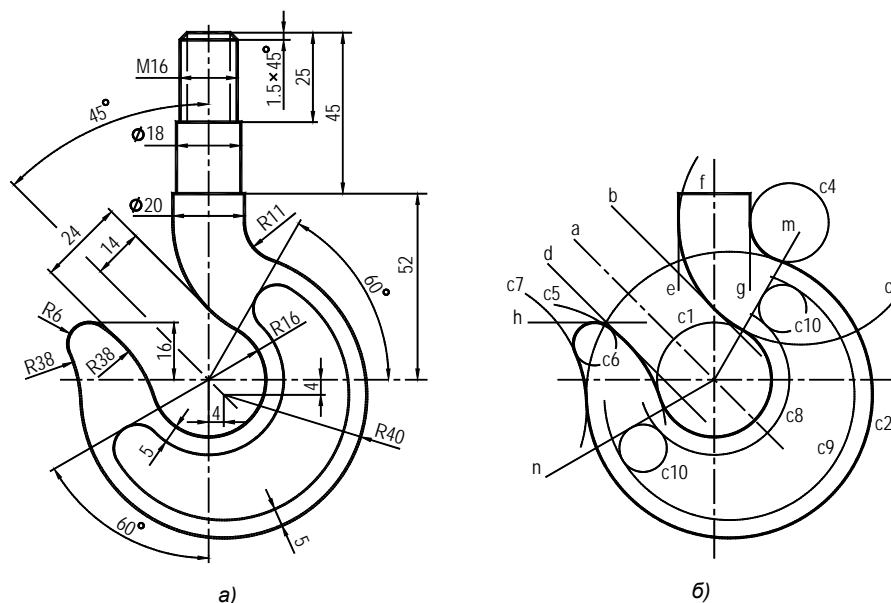

Рис. 1.12. Контур "Крюк" (а) и его построение (б)
Рассмотрим пример весьма сложных геометрических построений (рис. 1.12, а). Крюк содержит наружный и внутренний контуры, а также хвостовик с резьбой. Особенностью контуров являются многочисленные плавные сопряжения окружностей.
Строим наружный контур (рис. 1.12, б):
- `circle \ 0,0 \ 16` — окружность `c1` (рис. 1.12, б);